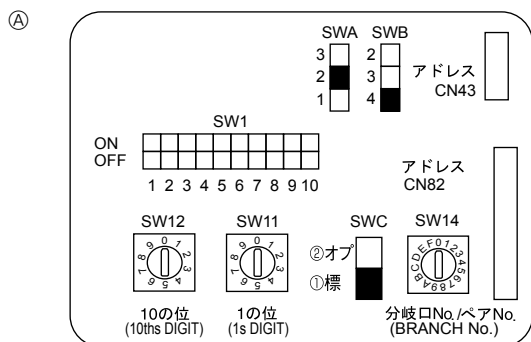

Fig. 4-4
4.5. Configuration des adresses (Fig. 4-4)
- ① Comment définir les adresses
- ② Comment définir les numéros des ramifications SW14 (série R2 seulement)
- ④ Tableau d'adresses
4.6. Réglage du commutateur pour haut plafond ou en cas de modification du nombre de sorties d'air (Fig. 4-4)
①	②	③
④	4 directions 2,7 m	Standard 3,2 m	Haut plafond 4,5 m
③	3 directions 3,0 m	3,6 m	4,5 m
②	2 directions 3,3 m	4,0 m	4,5 m
4.7. Détection de la température ambiante à l'aide du capteur intégré de la commande à distance (Fig. 4-4)